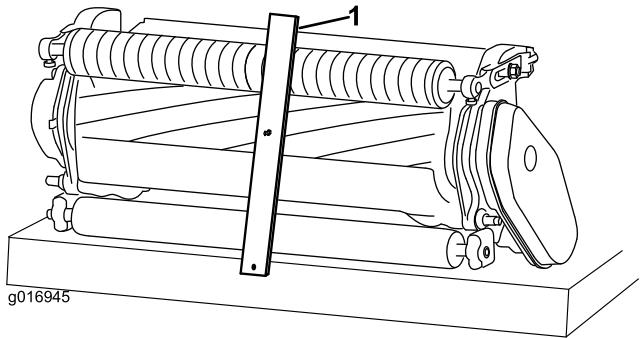

图11
- 将螺丝头钩在底刀的刀刃上, 并将调刀尺的后端放到后滚筒上 (图11)。